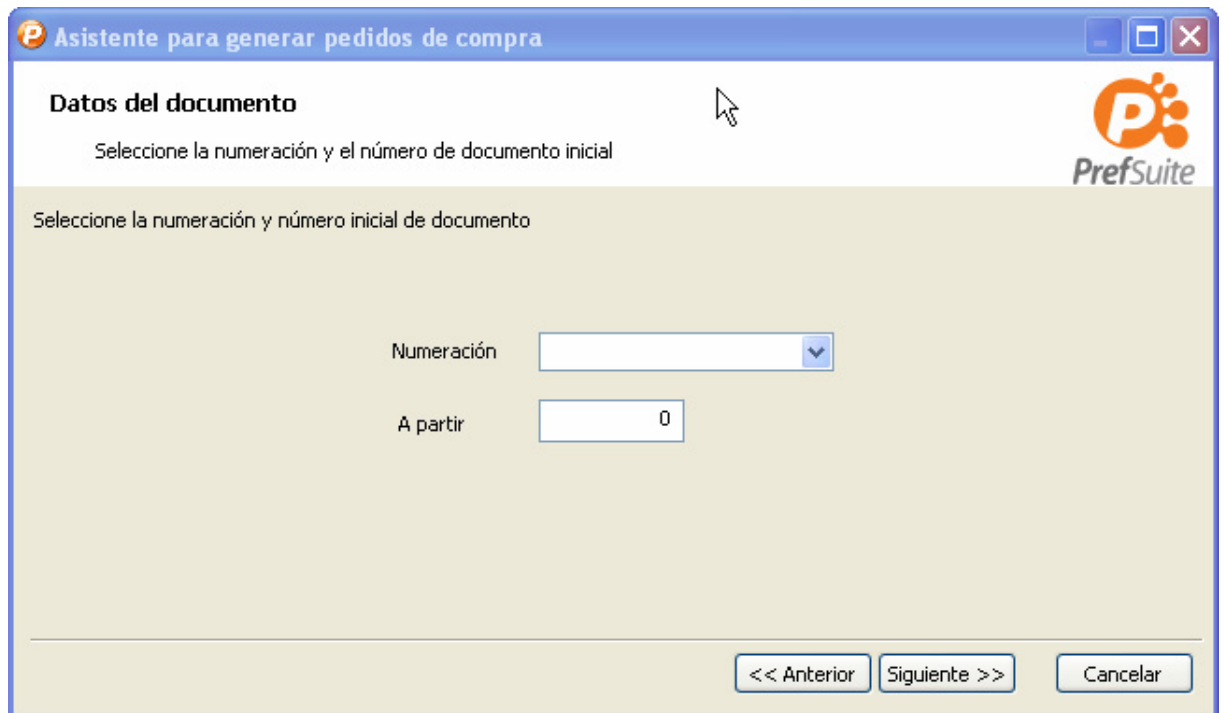

Figura 5. Asistente para generar pedidos de compra. Datos del documento
2. Seleccione el rango de fechas entre el 1 de febrero y el 1 de septiembre de 2007. Y pulse siguiente. Aparecerá la pantalla de la figura 5. En esta pantalla se seleccionará la numeración de los pedidos que se van a generar así como el número a partir del cual se generarán.